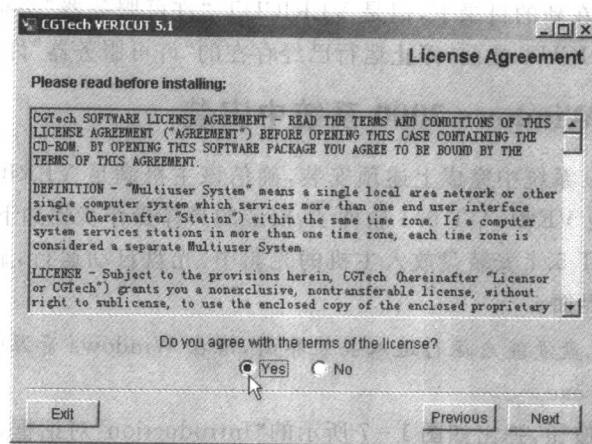

图 1-8 “License Agreement”对话框
(3) 单击“Next”按钮,弹出如图 1-8 所示的“License Agreement”对话框,选中“Yes”单选钮,接受该软件的许可协议。